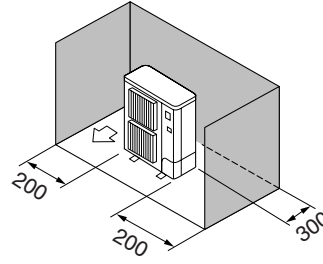

Fig. 2-4
- ③ Yalnızca arkadaki ve yandaki engeller (Fig. 2-4)